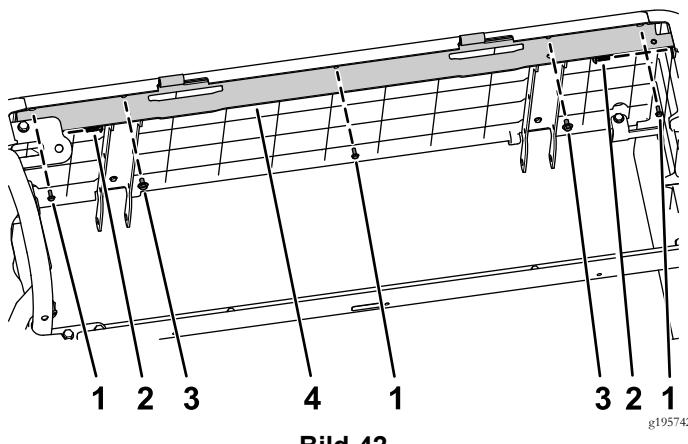

**Bild 41**
6. Befestigen Sie die linke und rechte Plattenhalterung mit den zwei Schrauben ( $\frac{1}{4}$ " x 2"), der Scheibe und Sicherungsmutter an der Maschine (Bild 41).
7. Befestigen Sie die linke und rechte Plattenhalterung mit den zwei Schrauben ( $\frac{1}{4}$ " x 2"), der Scheibe und Sicherungsmutter an der Maschine (Bild 41).